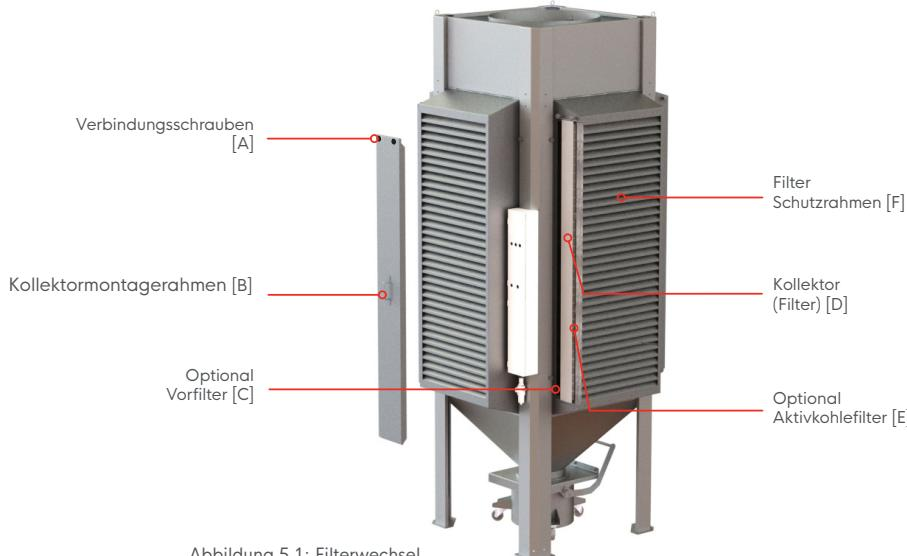

Abbildung 5.1: Filterwechsel
2. Entfernen Sie die beiden Verbindungsschrauben (Abbildung 5.1 [A]) vom Kollektormontagerahmen (Abbildung 5.1 [B]).